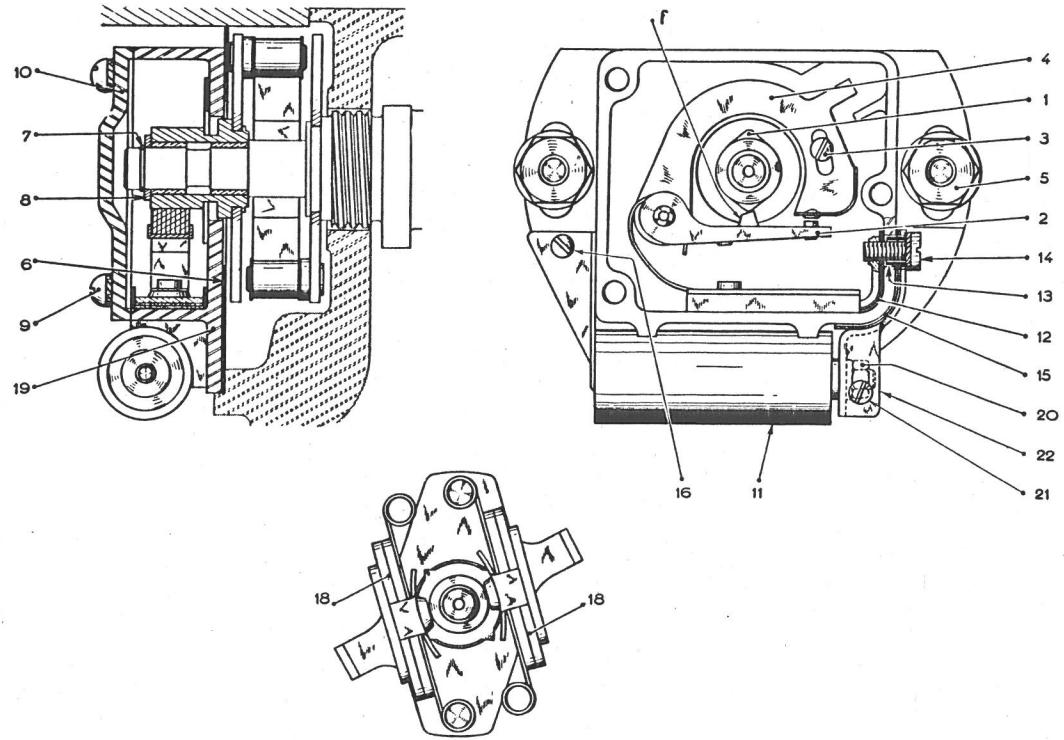

Fig. 16. Afbryderknast med kontaktsæt, kondensator og centri-
Ændring af tændingstidspunktet (grundindstillingen) finder sted ved drejning af kontakthuset, efter at man først har løsnet de to møtrikker (5) i fig. 16, på hvis bolte kontakthuset er monteret i langhuller. Efter justeringen foretages en ny kontrol, idet krumtapslen drejes en hel omdrejning i normal omløbsretning.
Forinden grundindstilling foretages en kontrol og eventuel justering af kontaktafstanden. For at kunne ændre afstanden må man først løse den faste kontaktarms skrue (3) fig. 16. Foran kontakterne er monteret et dæksel (10), fastholdt af skruerne (9). På de ældre modeller A og AU må man, forinden grundindstillingen kontrolleres og justeres, bringe centrifugalvægtene i neutral stilling med hånden. Arbejde på kontakthuset kan kun finde sted, efter at man har aftaget ventilatoren.